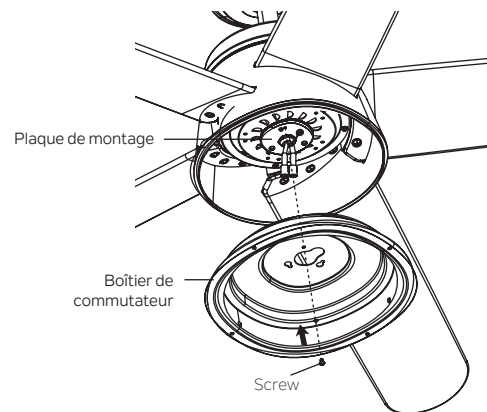

Fig. 20
Étape 2. Placez les deux trous de fente sur le boîtier du commutateur sur les 2 vis précédemment desserrées depuis la plaque de montage. Faites pivoter le boîtier du commutateur jusqu'à ce qu'il se verrouille en place à l'extrémité étroite des trous de clé. Fixez en serrant les 2 vis précédemment desserrées et celle précédemment retirée. (Fig. 20)